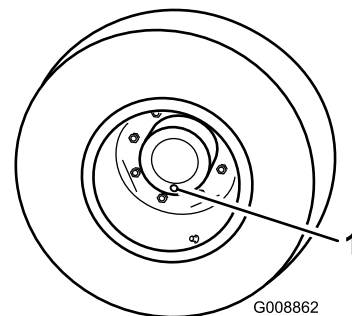

Figura 90
1. Coloque a máquina numa superfície nivelada, posicione uma roda de forma a que um dos tampões de verificação se encontre na sua posição mais baixa (6 horas) (Figura 90).